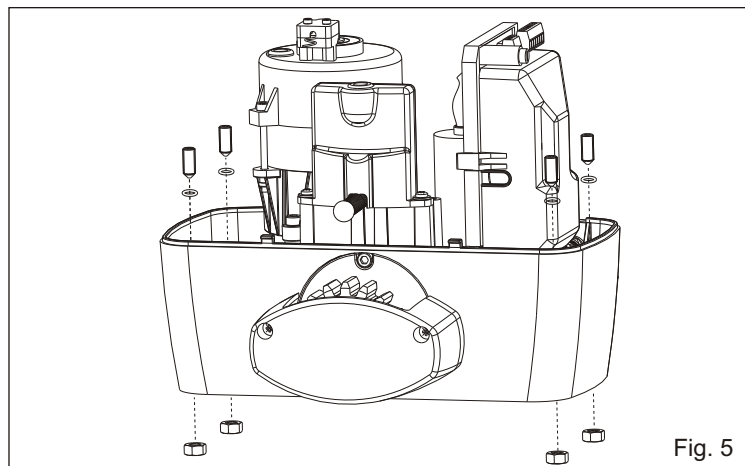

Fig. 5
4.1. Insérer les 4 vis sans tête dans les trous spéciaux et régler l'hauteur du moteur sur la plaque (Fig.5).